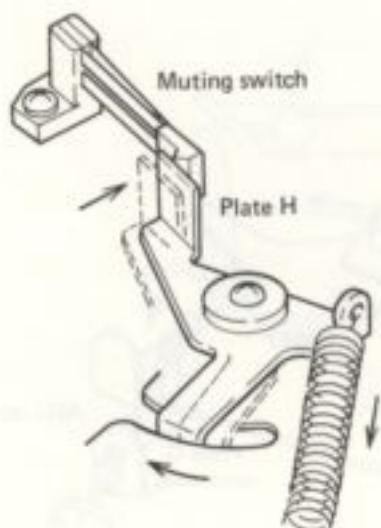

Fig. 29
11.5 MUTING SWITCH ON-OFF (Fig. 29)